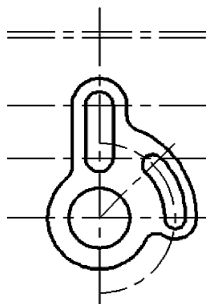

图 5-120 交换架的右部
(8) 单击“默认”选项卡“修改”面板中的“圆角”按钮, 绘制下部的 R8 圆角。结果如图 5-120 所示。